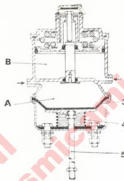

Fig. 11.8. - Freno de servicio
- **Freno de servicio (fig. 11.8).** — Al pisar el pedal del freno, la válvula de accionamiento introduce aire en el cuerpo (A) por el orificio «SERVICE BRAKE», lo que hace que la membrana (3) comprima el muelle (4), por medio del espárrago (5), se accionen las zapatas, frenando el vehículo. El cuerpo (B) se mantiene con presión.